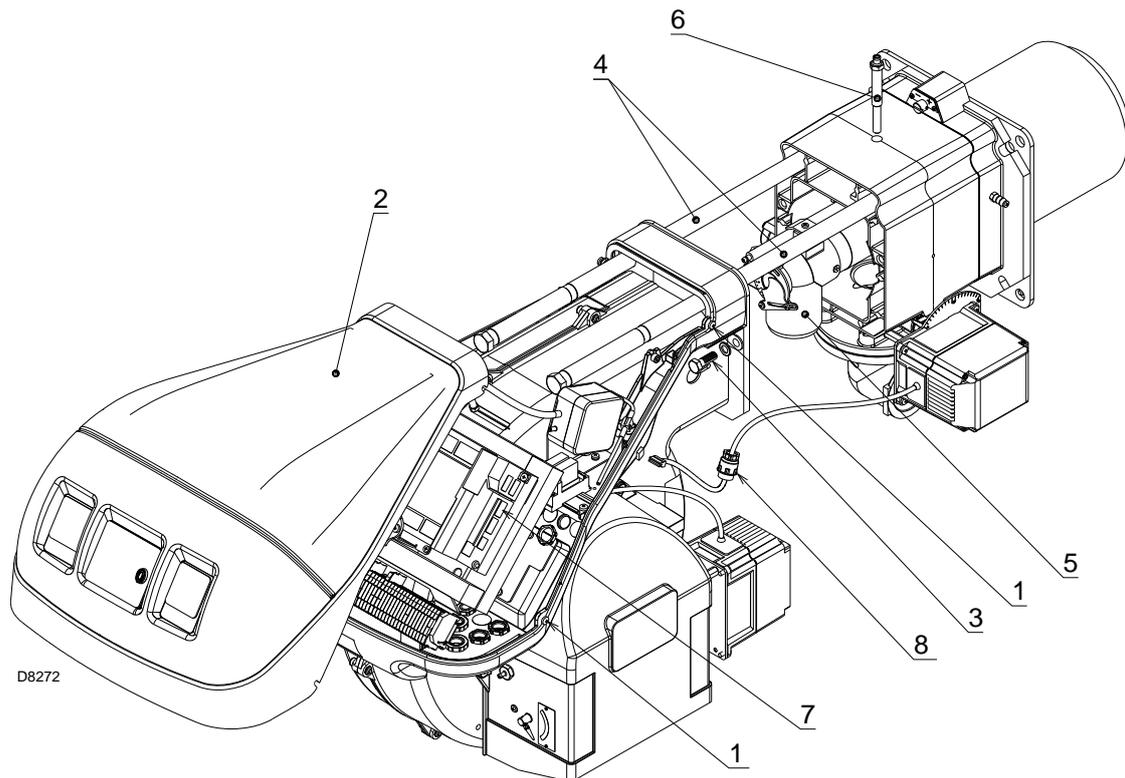

Fig. 40
S'assurer que les trous de sortie du gaz pour la phase d'allumage, présents dans le distributeur de la tête de combustion, soient exempts d'impuretés ou de dépôts de rouille. En cas de doute, démonter le coude (Fig. 40 à la page 57).
- Desserrer les 4 vis 1)(Fig. 40) et déposer le capot 2).